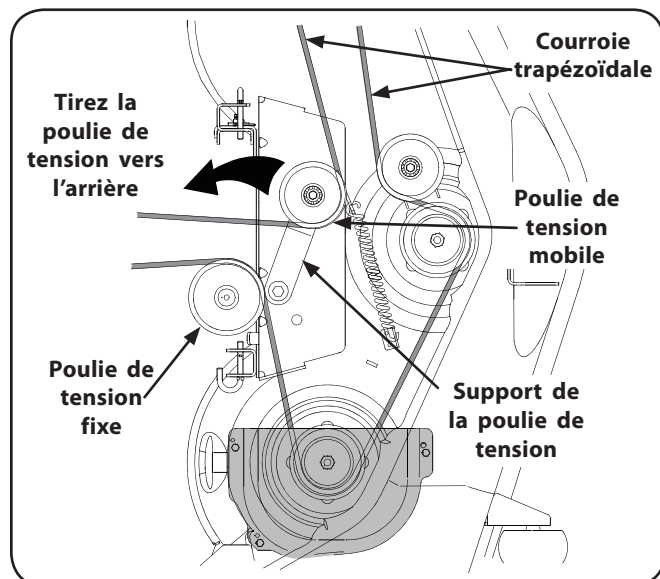

Figure 7-3
2. Du milieu du tracteur, faites pivoter le support de la poulie de tension et la poulie de tension mobile vers l'arrière pour l'éloigner suffisamment de l'arrière de la courroie trapézoïdale et pouvoir ainsi dégager la courroie de la poulie de tension. Voir la Figure 7-3.
- Amenez l'arrière de la courroie sur la poulie de tension fixe. Voir la Figure 7-3.
- Du milieu du tracteur, faites pivoter le support de la poulie de tension et la poulie mobile vers l'arrière contre la tension du ressort et glissez l'arrière de la courroie sur la poulie de tension mobile. Voir la Figure 7-3.
- Vérifiez que la courroie trapézoïdale passe bien sur les poulies à fusée du plateau de coupe et que l'arrière de la courroie est bien appuyé contre les poulies de tension fixe et mobile. Voir la Figure 7-3.